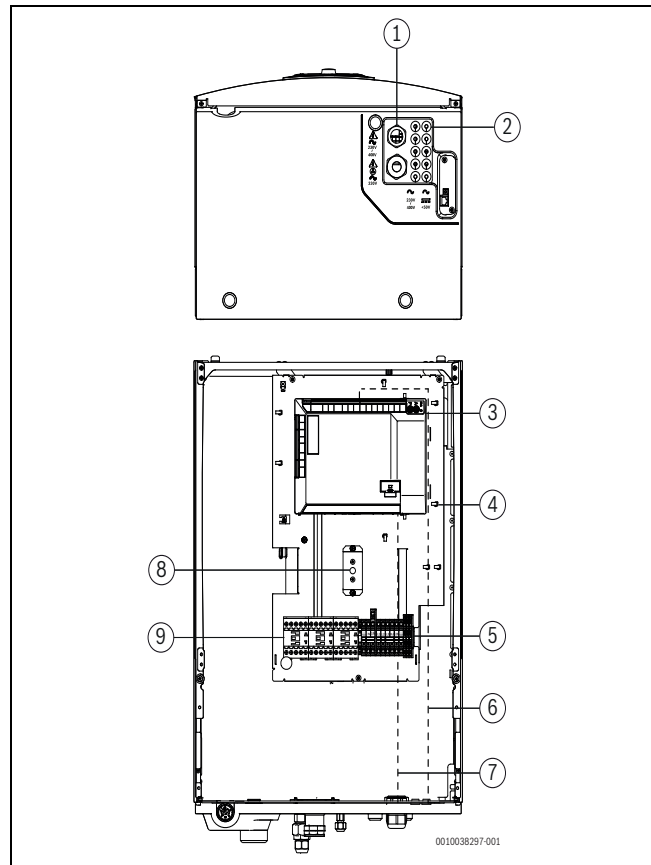

Bild 10 Kabelgenomföringar (undersida och framifrån)
- För in CAN-BUS, sensorer och andra signalkretskablar genom respektive kabelmatning, märkt med <50 V. Dra kablarna hela vägen tills de når apparatens framsida och anslut dem enligt fig. 10